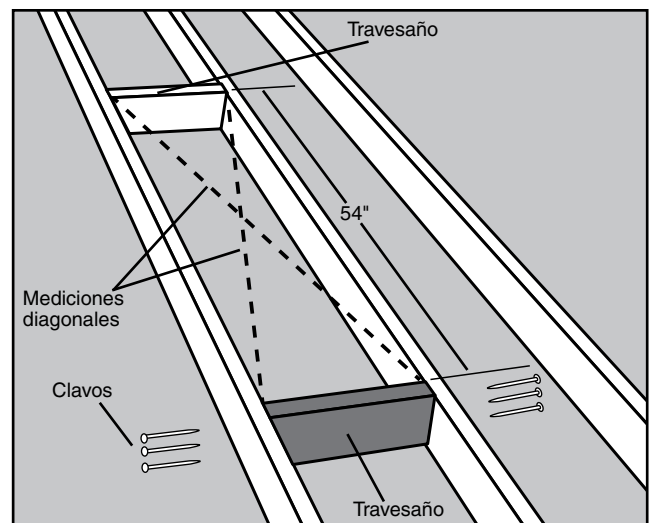

FIGURA 13 Cómo verificar los ángulos rectos (perpendicularidad)
- PASO 5.** Posicione el segundo travesaño 54 pulgadas a partir del primer travesaño y repita el Paso 4 (Véase la Figura 13).
- PASO 6.** El marco para la abertura preliminar requiere cuatro lados. Los travesaños conforman dos de estos lados. Si las vigas de su cielo raso están espaciadas de modo que estas conforman los otros dos lados de la abertura preliminar, revise la abertura en cuanto a ángulo recto midiendo transversalmente las diagonales. Las mediciones no deben diferir en más de 1/8" para considerarse en ángulo recto (Véase la Figura 13). Si las vigas de su cielo raso no conforman los otros dos lados de la abertura preliminar, usted debe instalar una o dos piezas adicionales de madera para enmarcar el otro lado(s) de la abertura preliminar, vaya a “Instalación de los travesaños longitudinales” en la página 30.